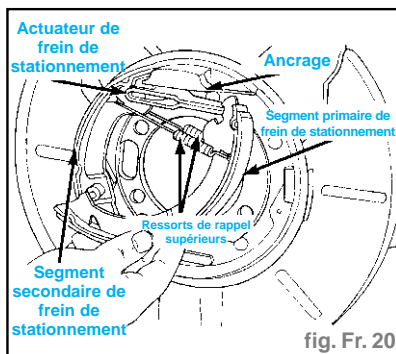

fig. Fr. 20
sorts supérieurs de rappel du segment (fig. Fr. 20).
- Poser les ressorts supérieurs de rappel sur le segment primaire de frein de stationnement. Ensuite, placer le haut du segment primaire à l'ancrage supérieur et faire tourner le bas du segment vers l'extérieur pour le placer correctement sur l'adaptateur (fig. Fr. 20).